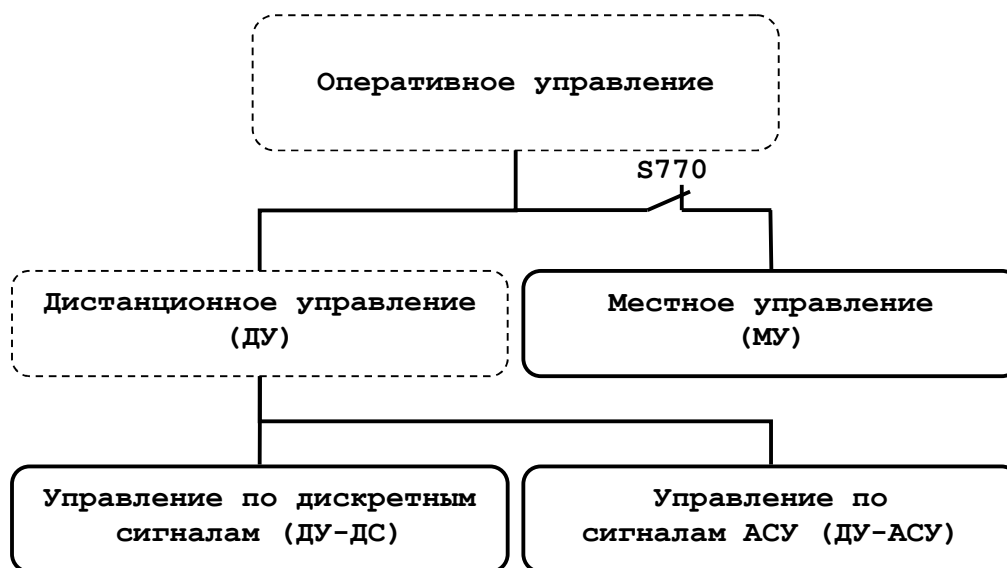

Рисунок 6 - Структурная схема организации режимов управления
4.13.2 В блоке предусмотрено три режима управления (рисунок 6). Управление выключателем и разъединителями (включение и отключение (за исключением отключения с кнопок на лицевой панели пульта)) возможно только в одном режиме управления в один момент времени: